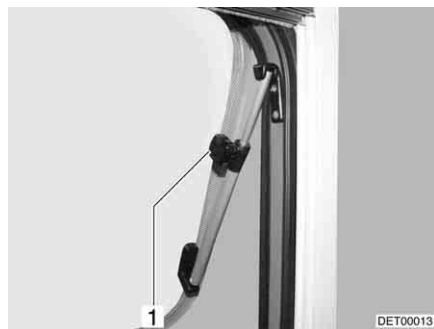

Fig. 70 Fenêtre projetante avec bras pivotant
- Ouvrir la fenêtre projetante jusqu'à la position voulue et la bloquer avec la molette (Fig. 70,1).
- Tourner la molette (Fig. 70,1) jusqu'à ce que le dispositif de blocage soit libéré.